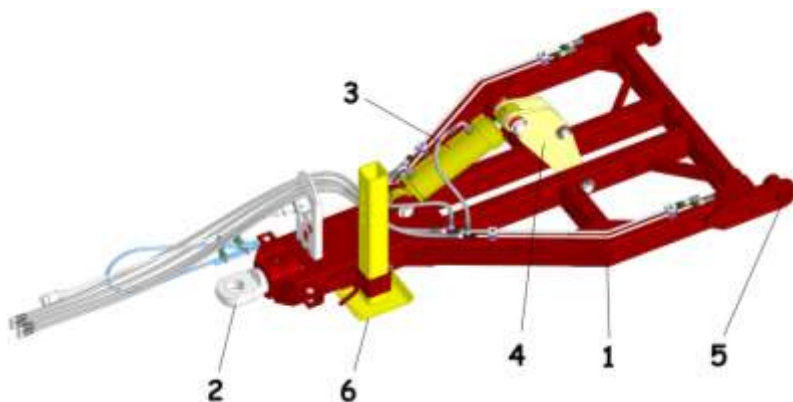

Рисунок 2 – Сница
3.2 Сница (рисунок 2) служит для передачи тягового усилия трактора. Сница представляет собой цельносварную раму 1, оснащенную смазываемой вращаемой петлей 2 для агрегатирования с трактором, гидроцилиндром 3, рычагом 4 - для передачи усилия от гидроцилиндра снечи к талрепу, при подъеме бороны дисковой в транспортное положение. Сница посредством щек 5 соединяется с рамой бороны. Стояночная стойка 6 служит опорой снечи на отцепленной бороне и облегчает процесс агрегатирования орудия с трактором.